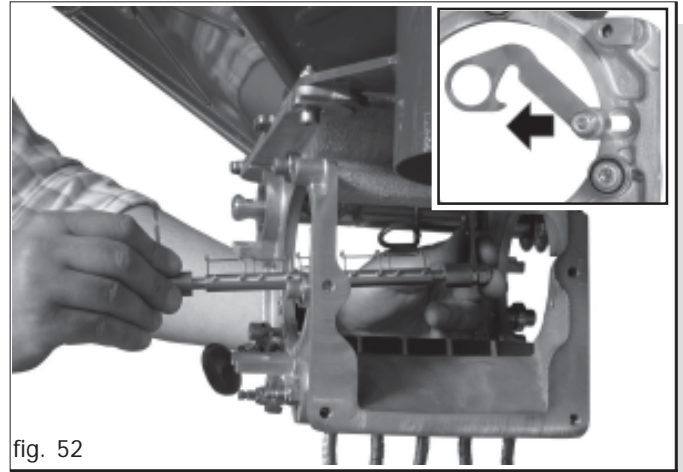

fig. 52
- 4) Reinigungswelle nach vorne ziehen und aus dem Dosiergeraet entnehmen. (Fig.52).